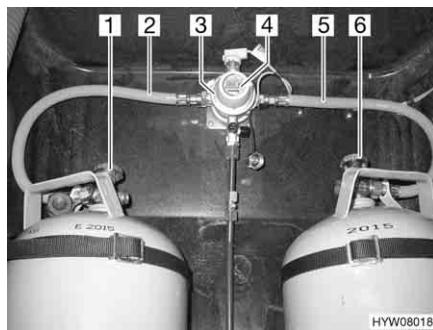
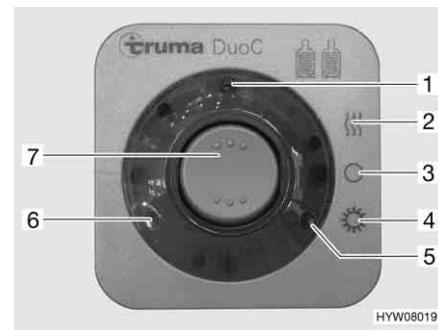

Fig. 73 Impianto di commutazione DuoControl
Fig. 74 Centralina di controllo
L'impianto di commutazione DuoControl è costituito da una valvola di commutazione (Fig. 73,3) e da una centralina di controllo (Fig. 74). La valvola di commutazione è installata tra i tubi del gas (Fig. 73,2 e 5). Con la manopola (Fig. 73,4) sulla valvola di commutazione è possibile stabilire, quale delle bombole del gas viene utilizzata come bombola in uso e quale bombola del gas viene utilizzata come bombola di riserva.
Sulla centralina di controllo (Fig. 74) possono venire azionate solo le funzioni elettriche. Le valvole principali di arresto delle bombole del gas (Fig. 73,1 e 6) devono essere aperti manualmente.
La valvola di commutazione garantisce una pressione del gas costante, indipendentemente da quale bombola provenga l'alimentazione del gas. Le due spie di controllo sulla centralina di controllo indicano il livello di riempimento della bombola in uso. Se è accesa la spia di controllo verde (Fig. 74,6), la bombola in uso è piena. Se è accesa la spia di controllo rossa (Fig. 74,5), la bombola in uso è vuota. Il rifornimento di gas avviene poi tramite la bombola di riserva.
- Aprire le valvole principali di arresto delle bombole del gas (Fig. 73,1 e 6).
- Con la manopola (Fig. 73,4) sulla valvola di commutazione (Fig. 73,3) selezionare la bombola del gas, da cui proviene la principale alimentazione del gas (bombola in uso). Girare la manopola fino all'arresto.
- Sulla centralina di controllo (Fig. 74) attivare l'impianto di commutazione DuoControl.
Posizionare l'interruttore a bilico (Fig. 74,7) su funzionamento invernale "On e riscaldamento" (Fig. 74,2) oppure su funzionamento estivo "On" (Fig. 74,4). La valvola di commutazione è ora disareata. La spia di controllo gialla (Fig. 74,1) è accesa, se si seleziona la modalità di funzionamento invernale e l'impianto antighiaccio con regolatore è attivato.
- Portare l'interruttore a bilico (Fig. 74,7) in posizione "O" (Fig. 74,3). La spia gialla di controllo (Fig. 74,1) si spegne.
- Chiudere le valvole principali di arresto delle bombole del gas (Fig. 73,1 e 6).
Le spie di controllo sulla centralina di controllo (Fig. 74,5 e 6) segnalano all'interno del veicolo, se la bombola in uso è pronta al funzionamento.
Se la spia di controllo verde (Fig. 74,6) si spegne durante il funzionamento e la spia di controllo rossa (Fig. 74,5) si accende, significa che la bombola del gas selezionata come bombola in uso è vuota e deve essere sostituita. La bombola di riserva continua ad alimentare le utenze a gas.